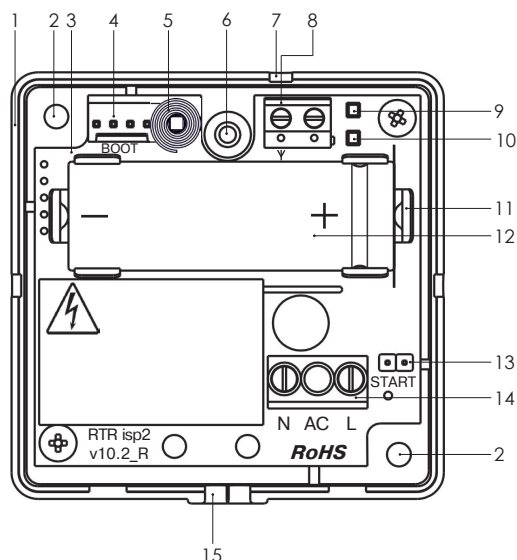

Рисунок 1 – «Ri-R-1», вид со снятой крышкой
4.5 При установке аккумулятора соблюдайте правильную полярность, указанную на рис. 1.